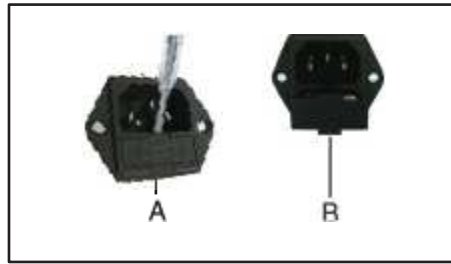

Fig.12
10.1 Insertar la punta plana del destornillador en el compartimento de fusibles debajo de la ranura de potencia y utilizarla como palanca (Fig.12-Ref.A);
10.2 Retirar el compartimento de fusibles (Fig.12-Ref.B);
10.4 Volver a colocar el compartimento en su lugar (Fig.12-Ref.B).